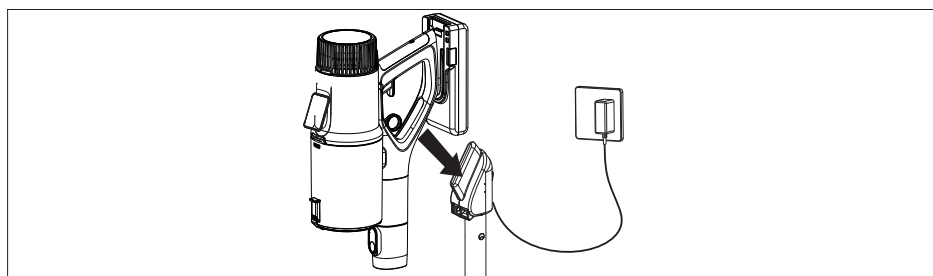

Fig. 7 – Ricarica sul supporto a pavimento
Bocchetta per fughe (7) (vedere la fig. 7)	Aspirazione di angoli, punti non raggiungibili dalla bocchetta per pavimenti, telai delle finestre, pieghe dei tessuti, ecc.
Bocchetta 2 in 1 (8) (vedere la fig. 7)	- Spazzola: aspirazione di oggetti delicati come libri, cornici o imbottiture, tende, reti - Solo bocchetta: letti, divani, imbottiture